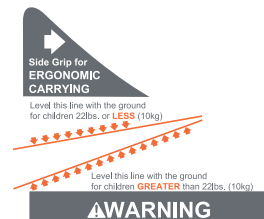

Fig. 56-1
2. **Silla de Seguridad sin base:** Verifique que la Silla de Seguridad esté nivelada de lado a lado en el asiento del vehículo. Verifique que el indicador de ángulo de la silla coincida con el peso de su hijo (Fig. 56-1).